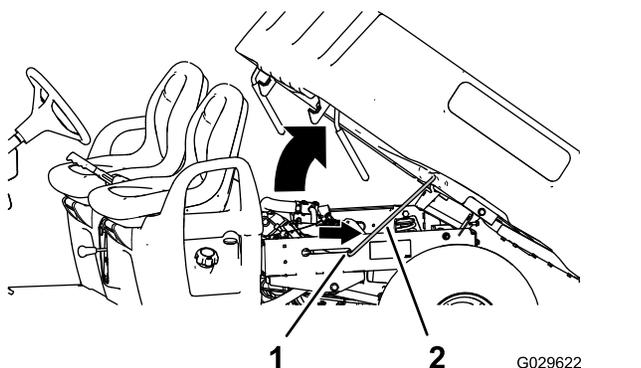

Рисунок 15
2. Вставьте опорную стойку в фиксирующий паз для удерживания кузова (Рисунок 15).
2. Вытяните опорную стойку из паза с фиксацией (Рисунок 15).
3. Опустите кузов, чтобы он надежно зафиксировался на месте защелками (Рисунок 15).